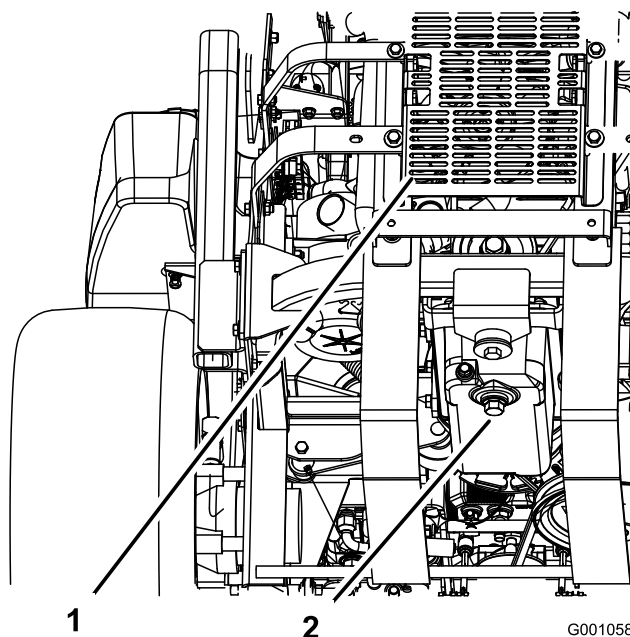

Figura 47
5. Collocate una bacinella sotto lo spurgo dell'olio. Togliete il tappo dell'olio e lasciate defluire completamente l'olio (Figura 47).